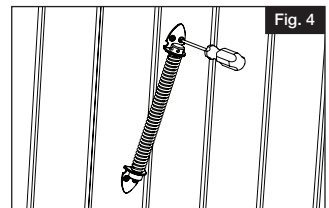

Fig. 4
- b. Fasten spring with provided screws (Fig. 4).
- Fixer le ressort à l'aide des vis fournies (Fig. 4).
- Fije el resorte con los tornillos suministrados (Fig. 4).